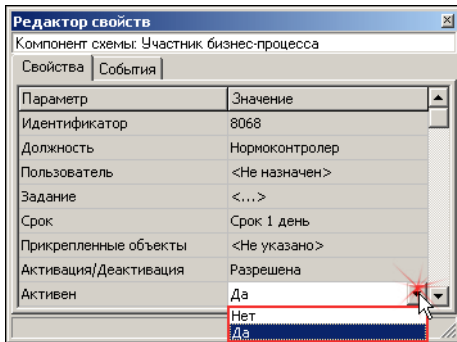

Рис. 4.27.
3. Нажмите кнопку выбора значения параметра (рис. 4.27) и укажите в раскрывшемся списке возможных значений вариант **Да**. Значок компонента **Участник бизнес-процесса** изменит свой цвет – станет зеленым.